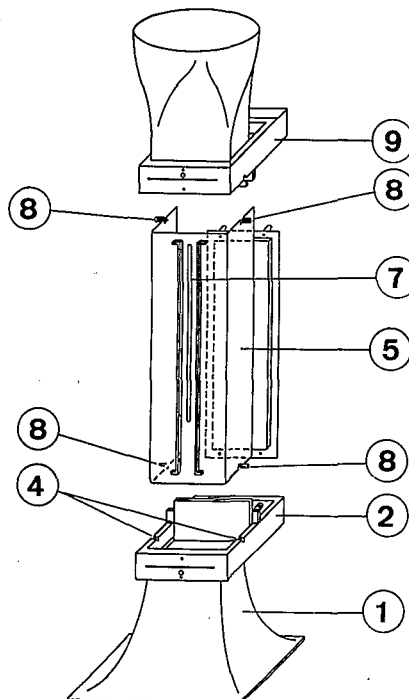

Fig. 2
3.1 Zusammenbau (Fig. 2)
Plexiglashaube so orientieren, daß sich der asymmetrisch angebrachte Schlitz ⑦ genau wie in Fig. 2 oben befindet; Haube bis zum Anschlag senkrecht in das Eingangstor ② einschieben (Fig. 2), so daß die Gewinde der Rändelschrauben ⑧ in die Aussparungen ④ eintauchen. Beide Rändelschrauben festziehen.
3.1 Assembly (Fig. 2)
Orientate Plexiglas hood so that the asymmetrical slit ⑦ is positioned exactly on top as shown in Fig. 2; then push hood vertically into the entry gate ② as far as possible (Fig. 2) so that the threads of the knurled screws ⑧ pass into the recess ④. Tighten both knurled screws.